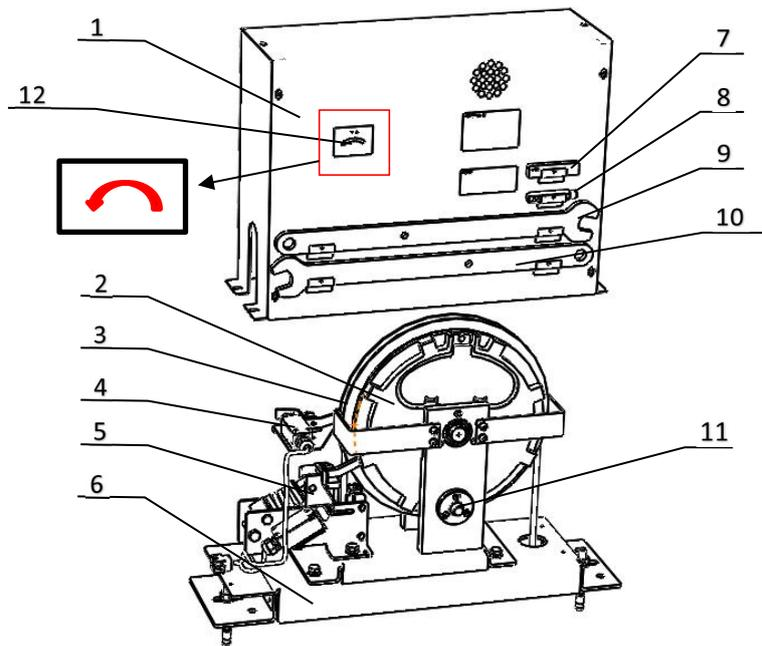
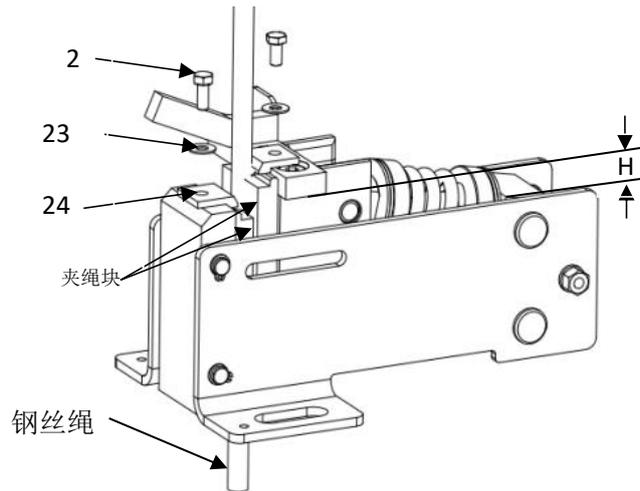

图1 限速器示意图
图5 夹绳块更换示意图
轿厢在额定速度运行时, 限速器的制动鼓处于相对静止状态(如图1)。当轿厢下行速度达到限速器电气动作速度时, 安全开关触点断开, 使曳引机制停; 若轿厢继续加速下行, 速度达到限速器动作的设定值时, 离心块在离心力的作用下张开, 使滚轮处于动作位置并带动制动鼓(序号2)旋转, 触发夹绳装置(序号5)动作, 夹紧限速器钢丝绳, 提拉安全钳提拉机构, 触发安全钳动作, 使轿厢制停。
- 3.1.3 限速器防护罩外侧下行标识(序号12)箭头所示方向为轿厢下行运行方向(如图1);
- 3.2.2.1 拆下限速器防护罩(如图1);
- 3.2.2.3 限速器固定底板安装尺寸(如图1), 底板安装孔为2-φ15*50腰孔。
(a) 限速器每次动作后应用量块(图1中序号7)测量H值(如图5),当H值小于设定值时,即当量块不能塞入时,说明闸瓦磨损严重,此时闸瓦必须成对更换;检查H值时电梯必须处于停止工作状态。
按(图5)所示,依次拆下螺钉(序号22)、锁紧垫圈(序号23)、压板(序号24),然后将旧夹绳块取出,放入新夹绳块,按序重新装入压板(序号24)、锁紧垫圈(序号23)、螺钉(序号22)拧紧。更换完毕后,必须检查电气开关触头是否处于弹起(工作)状态。